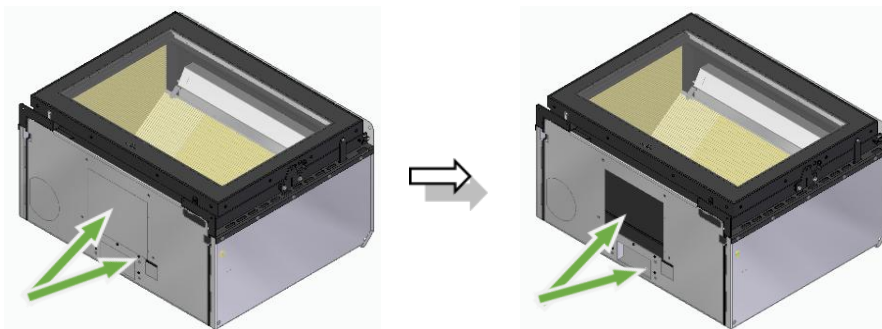

Figure 47– Retrait du kit de ventilation
a. Sur ces modèles, le kit de ventilation est placé sous l'appareil. Pour fixer le kit de ventilation optionnel, vous devez d'abord casser les micro-joints sur le fond avec un marteau, afin de pouvoir fixer le ventilateur et les accessoires du kit de ventilation, voir Figure 47.